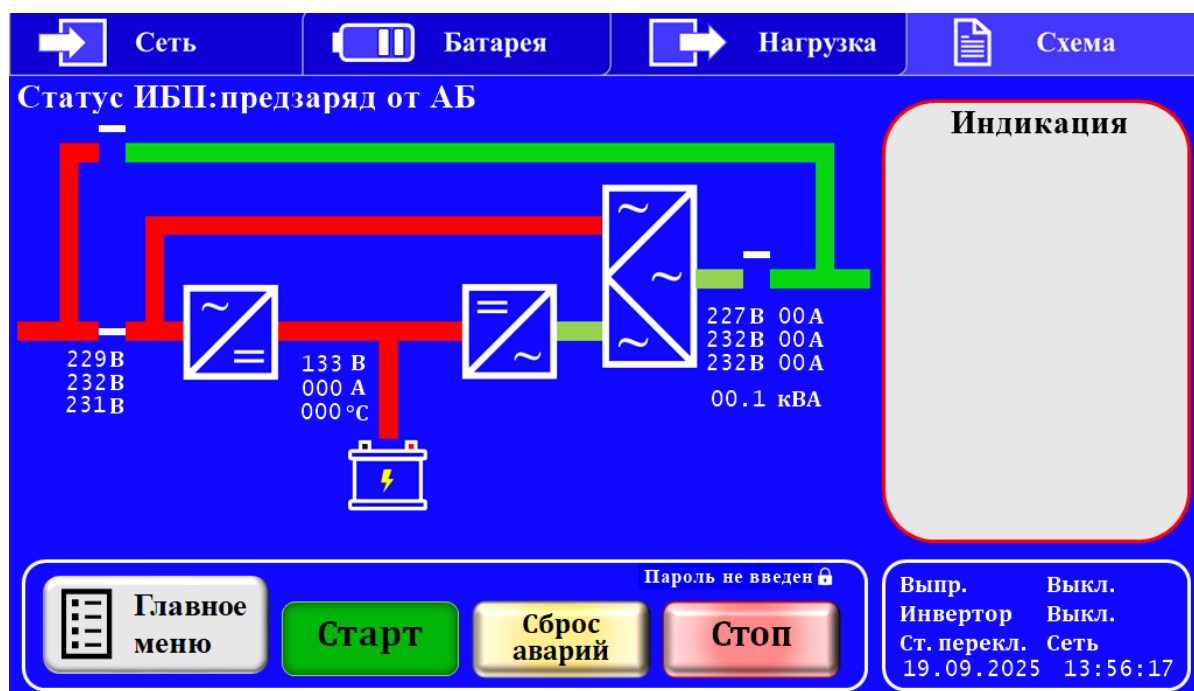
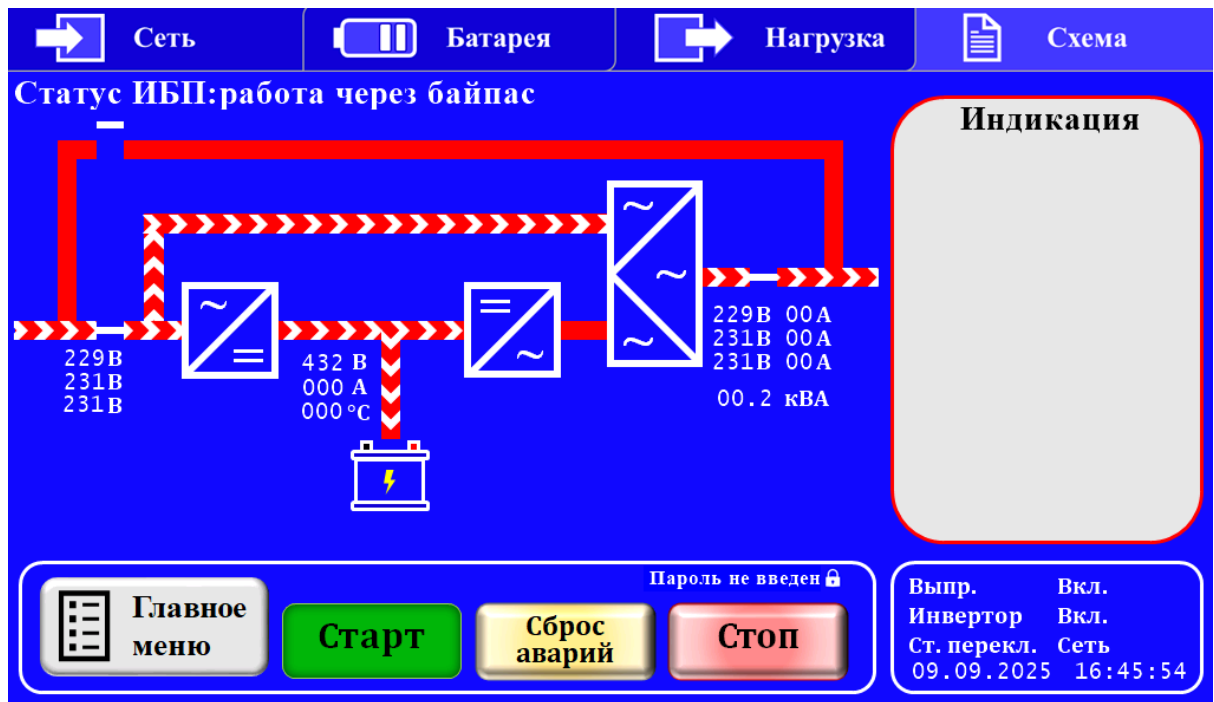
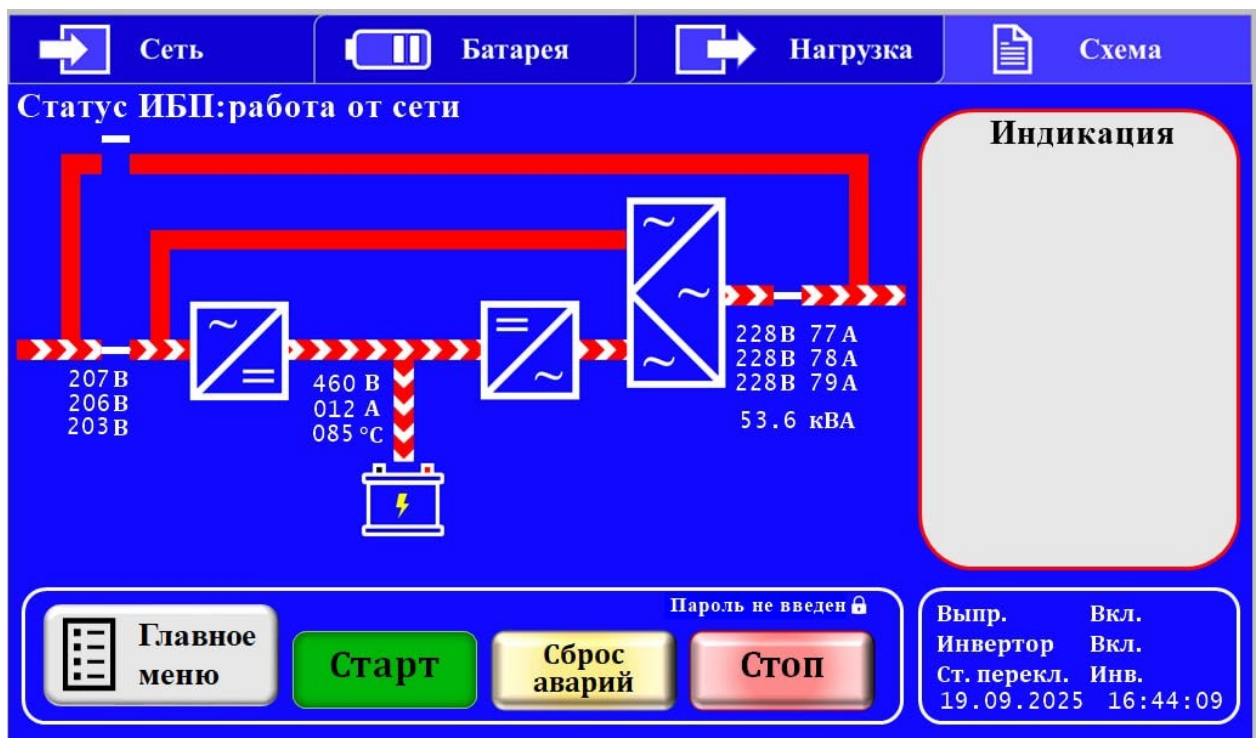
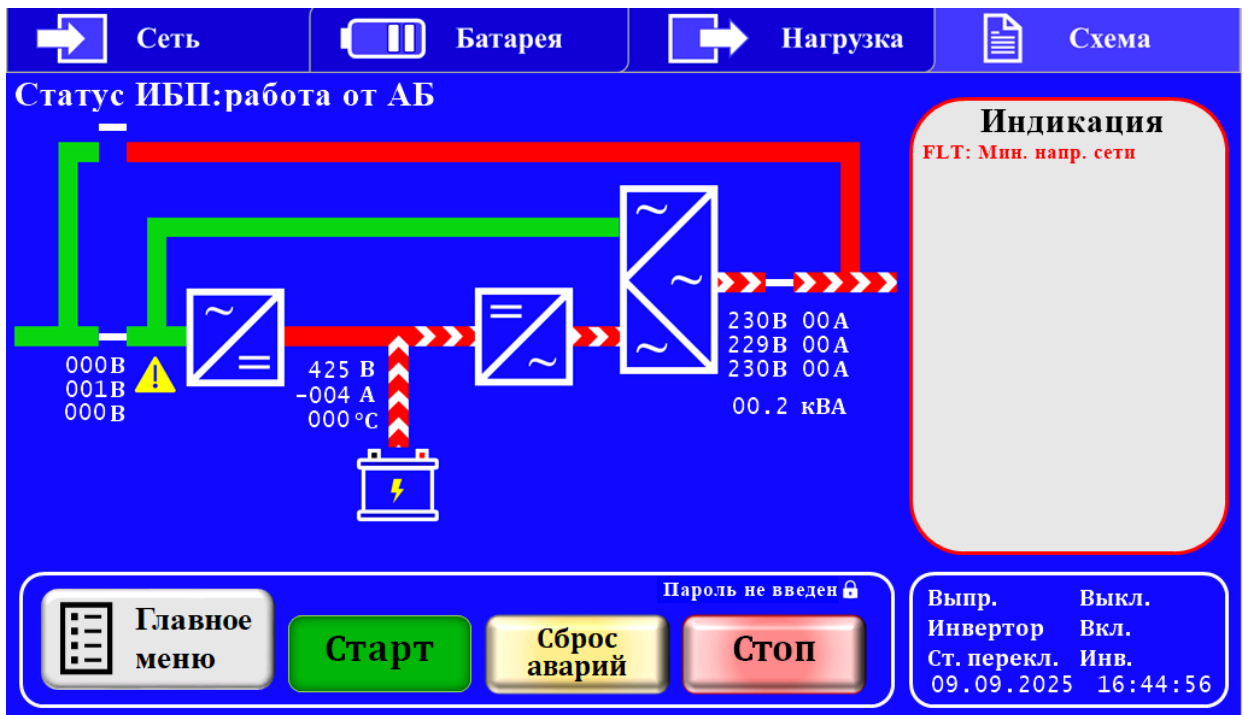

Рисунок 6 – Индикация режима «Предзаряда» на пульте управления
Рисунок 7 – Индикация на пульте управления при работе через статический байпас
Рисунок 8 – Индикация режима «Работа от сети» на пульте управления
Рисунок 9 – Индикация режима «Работа от АБ» на пульте управления
2.3.2.17 После этого СГЭП автоматически окажется в режиме «Предзаряда» с индикацией на пульте управления (Рис. 6). Затем, при отсутствии аварий, через 5 секунд СГЭП окажется в режиме «Работа через байпас» (Рис. 7). Далее, если напряжение сети соответствует допустимому рабочему диапазону, через 5 секунд СГЭП перейдет в режим «Работа от сети» (Рис. 8), а при несоответствии напряжения сети допустимому рабочему диапазону через 30 секунд СГЭП перейдет в режиме «Работа от АБ» (Рис. 9).
(Рис. 7).